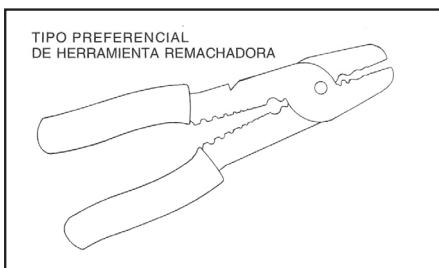

figura 5
- Pinzas remachadoras y despuntadoras para alambres eléctricos (Ver figura 5)
- E) Instalar las terminales nuevas en el alambrado. Si las originales fueron cortadas, la terminal grande va al positivo (+). Cuando la terminal chica esté conectada al negativo (-), verifique si hizo ta conexión correctamente, porque si están invertidas la bomba funcionará en sentido contrario y no bombeará el combustible. Despuntar la insulacín del alambre a 1/4" e instalar las terminales con la herramienta para remachar (*ver figura 5*). Remache correctamente las terminales y verifique que están bien juntas y seguras de no caerse o sottarse.